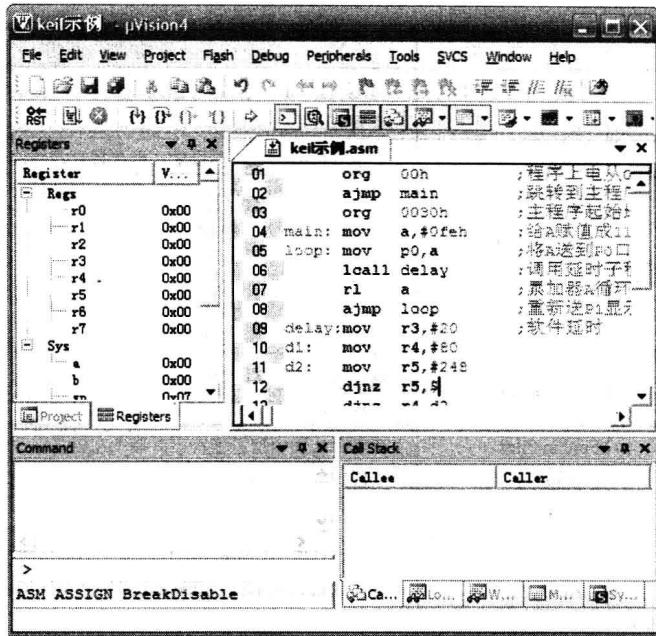

图 1-11 调试界面
(1) CPU 仿真: μVision4 仿真器可以模拟 16MB 的存储器, 该存储器被映射为读、写或代码执行访问区域。除了将存储器映射外, 仿真器还支持各种 80C51 派生产品的集成外围器件。在 “Debug” 选项卡中可以选择和显示片内外围部件, 也可通过设置其内容来改变各种外设的值。
(2) 启动调试: 源程序编译好后, 选择相应的仿真操作模式, 可启动源程序的调试。单击图标 或执行菜单命令 “Debug” → “Start/Stop Debug Session”, 即可启动μVision4 的调试模式, 如图 1-11 所示。
(3) 断点的设定: 在编辑源程序过程中, 或者在程序尚未编译前, 用户可以设置执行断点。μVision4 中可用不同的方法来定义断点。